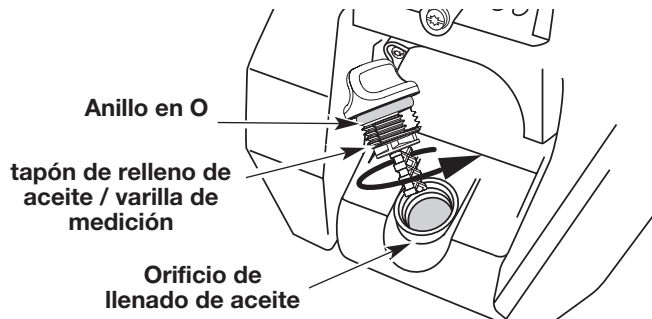

Fig. 41
6. Si el nivel está bajo, agregue una pequeña cantidad de aceite en el orificio de llenado de aceite y vuelva a medir (Fig. 41). Repita hasta que el nivel de aceite llegue hasta la parte superior de la varilla de medición.
NOTA: Verifique que el anillo en O esté en su lugar en el tapón de relleno de aceite / varilla de medición cuando mida y cambie el aceite (Fig. 41).